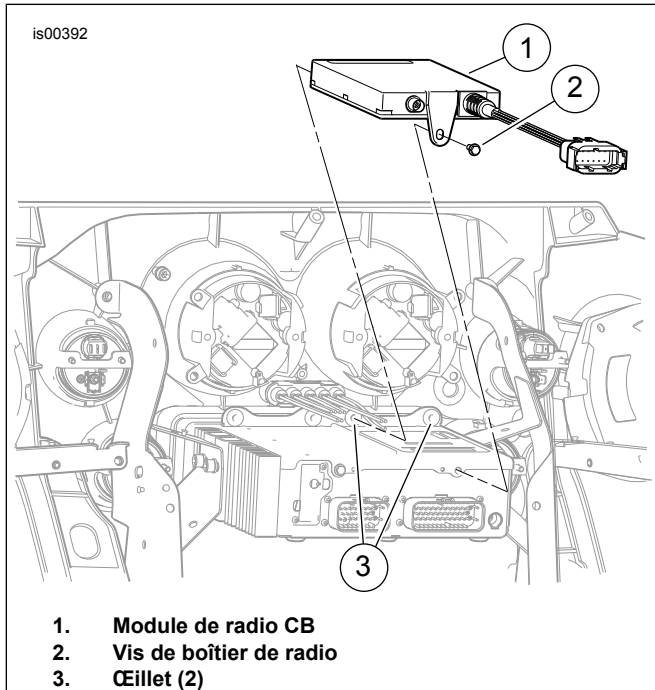

Figure 1. Installation du module radio CB
3. Voir Figure 1. Placer le module de radio CB (1) au-dessus du boîtier de radio AM/FM :
- a. Retirer la vis (2) à l'arrière de la radio.
- b. Placer le module de radio CB au-dessus de la radio AM/FM, avec les cônes métalliques à une extrémité du module bien installés dans les œillets (3) en caoutchouc les plus à droite à l'avant de la radio.
- c. Attacher le module à la radio avec la vis de boîtier de radio (2). Serrer à un couple de 4,0 à 5,1 N·m (35 à 45 lb·po).